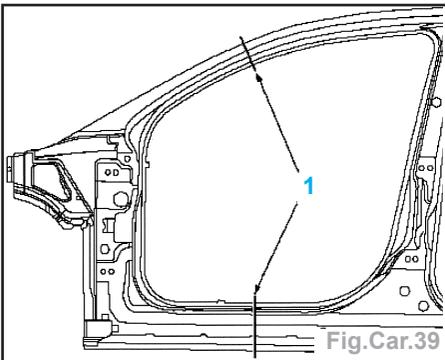

Fig.Car.39
- Déposer par perçage le montant A sup. par l'intérieur (1) (Fig.Car.39).
- c) des trous oblongs (Fig.Car.39).